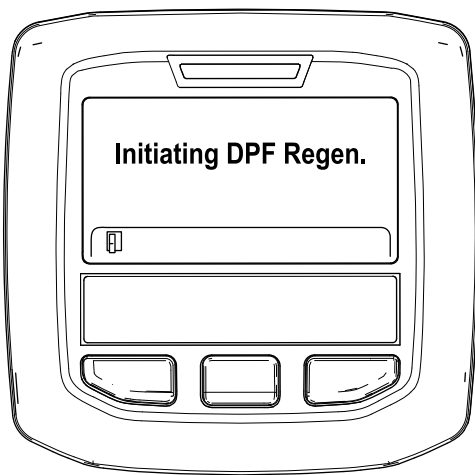

図 34
A. Initiating DPF Regen DPF 再生開始中というメッセージが表示される 図 34。